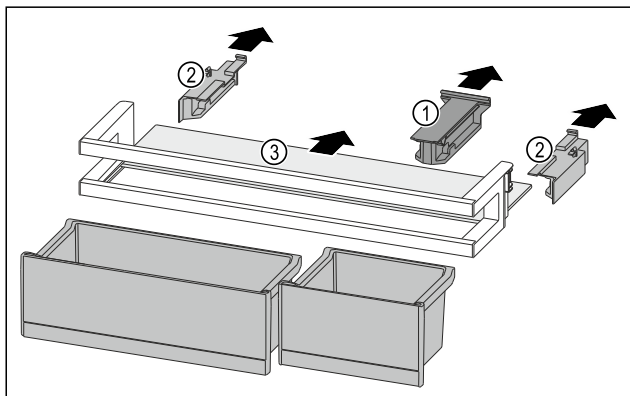

Fig. 230
- ▶ Desprindeți piesa de susținere Fig. 230 (1).
- ▶ Desprindeți piesele laterale Fig. 230 (2).
- ▶ Extrageți raftul Fig. 230 (3).